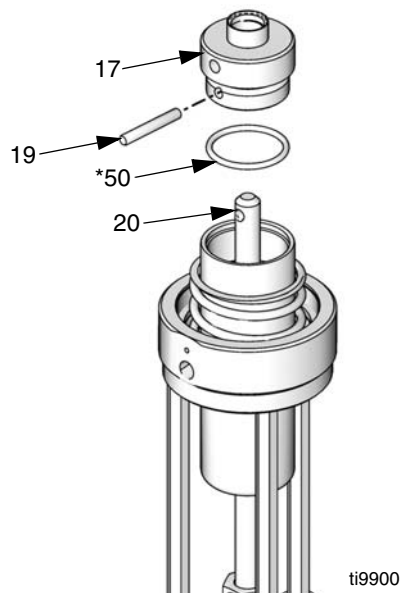

Рис.13
- 4 Извлеките установочный штифт (19) и снимите головку поршня (17) и передаточный вал (20). Снять уплотнительное кольцо (50\*) с крышки поршня. Осмотрите все детали на наличие повреждений. См. Рис.13.